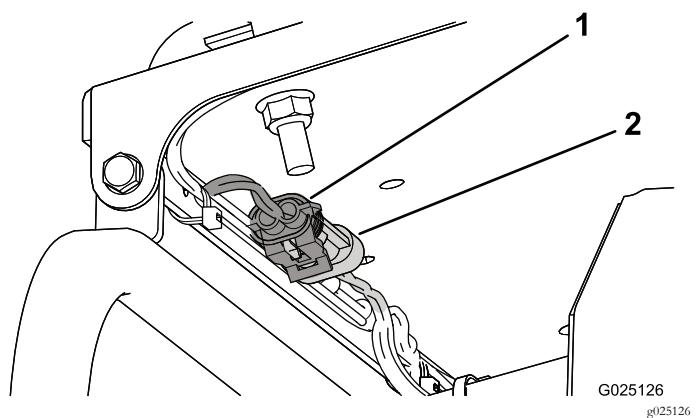

Figura 3
6. En el modelo 44912 equipado con un kit de luces, desconecte el arnés de cables en el contador de horas existente del arnés de cables del kit de luces (Figura 3).
8. Si la máquina está equipada con un kit de luces, enchufe el arnés de cables del kit de luces en el conector correspondiente del arnés de cables del contador de horas inalámbrico (Figura 3).